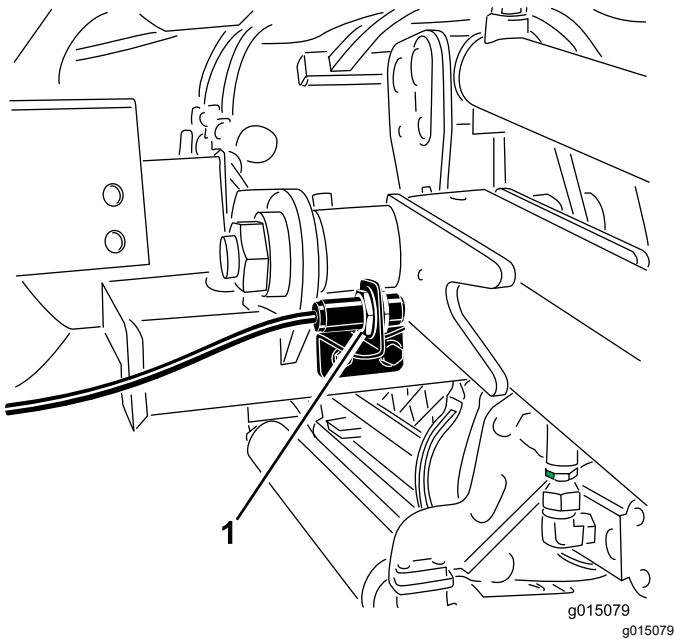

図 72
2. 昇降アームスイッチは、前右昇降アームの裏側にあります 図 72。
3. スイッチの取り付けねじ(図 72)をゆるめ、スイッチの位置を上げると、昇降アームの旋回高さが高くなり、下げると、昇降アームの旋回高さが低くなる。